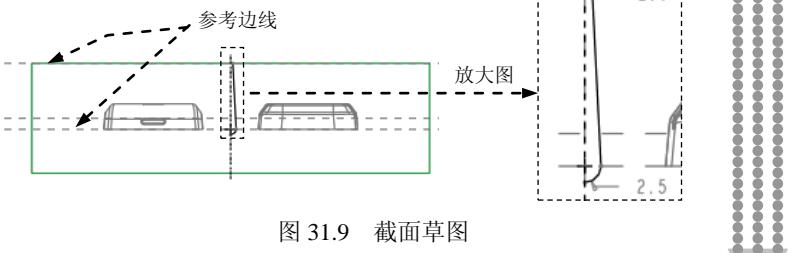

图 31.9 截面草图
Step4. 进入截面草绘环境后，选取 MOLD_FRONT 和 MAIN_PARTING_PLN 基准平面为草绘参考，并选取图 31.9 所示的边线为参考边线，绘制图 31.9 所示的截面草图；完成特征截面后，单击“草绘”操控板中的“完成”按钮 \checkmark 。